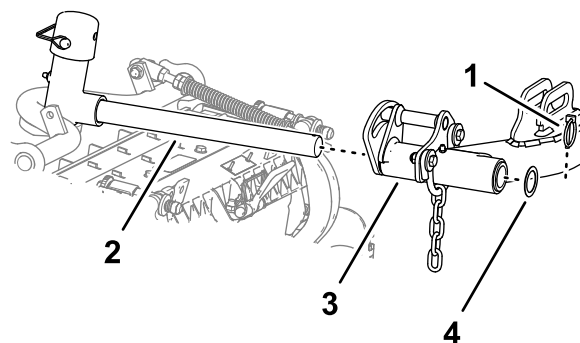

Figura 30
5. Deslice una unidad de corte debajo del brazo de elevación (**Figura 30**).